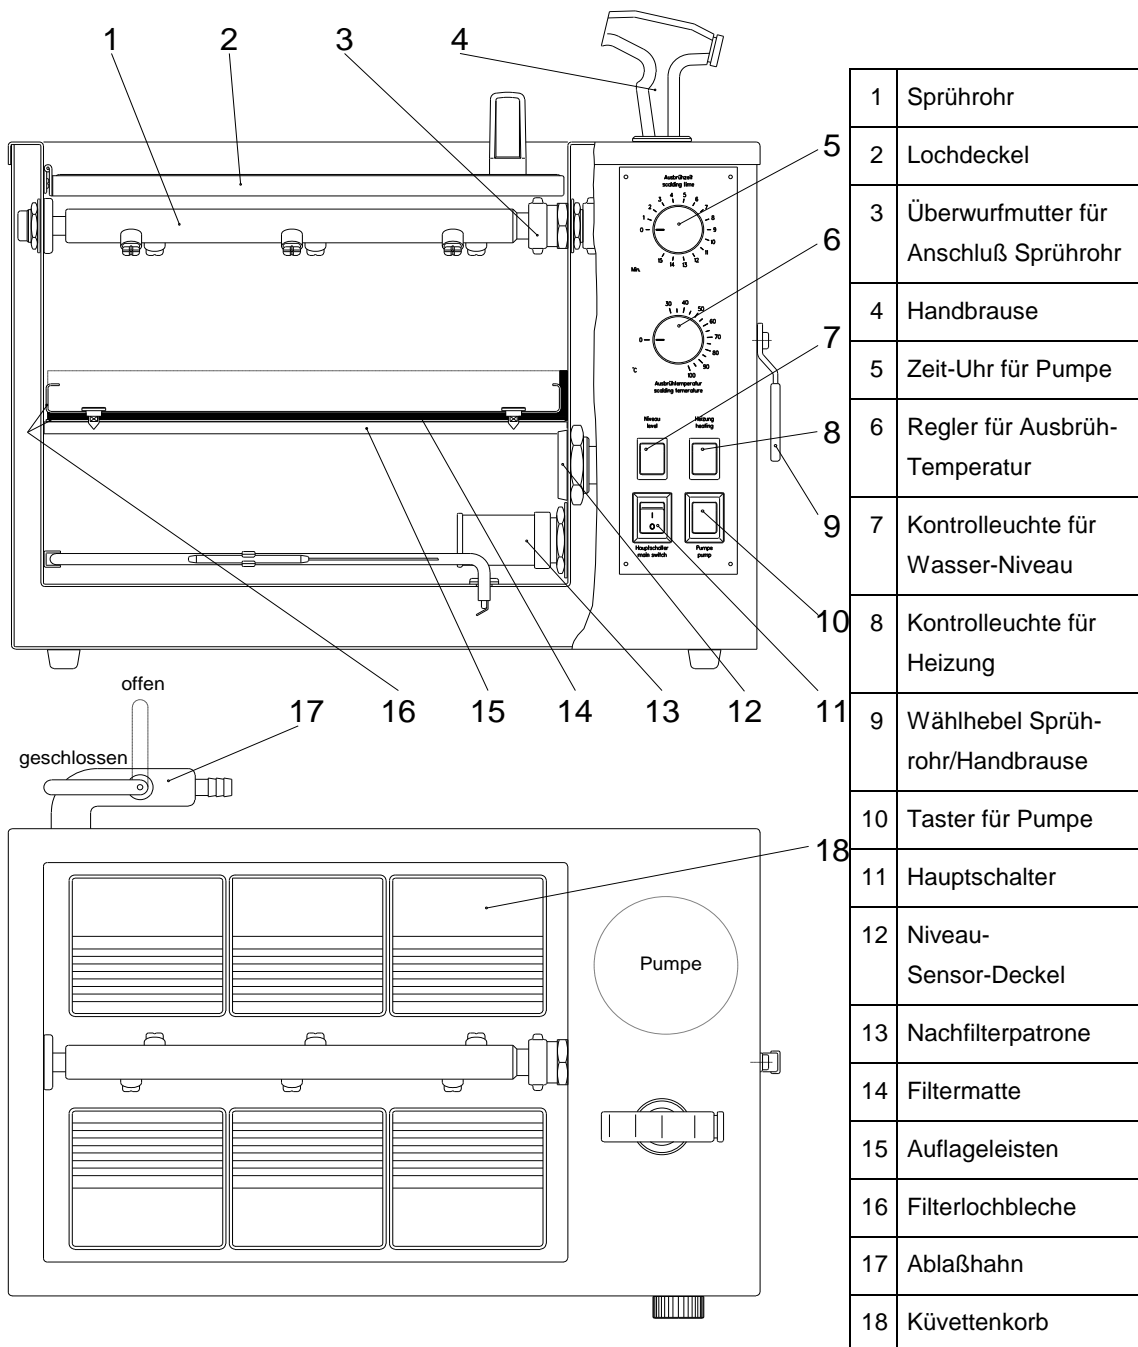
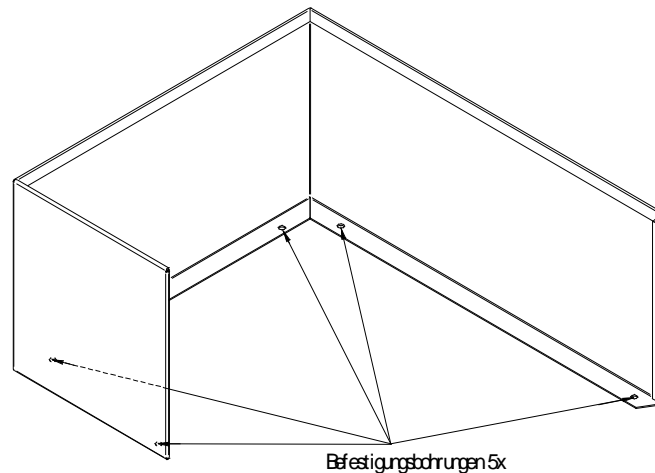
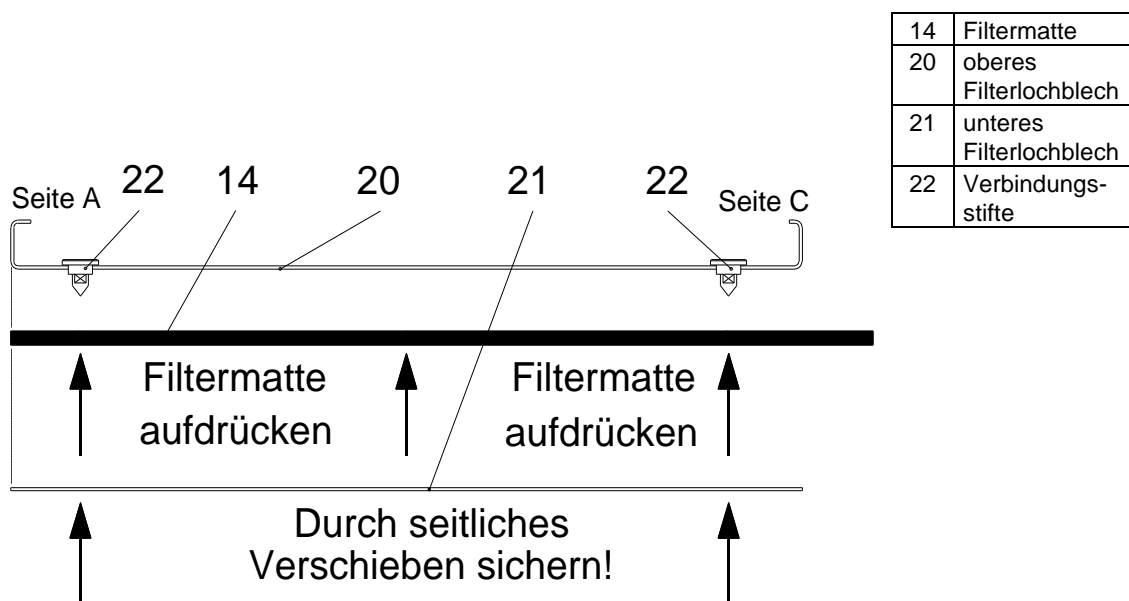

Abb. 1: Identifizierung der Gerätekomponenten
Abb. 2 Spritzschutz
Abb. 3: Zusammenbau des Filtereinsatzes
(siehe Abb. 1 Seite 5)
(siehe Abb. 1 Seite 5 u. Abb. 3 u. 4 Seite 10)
10. Filtereinsatz einbauen, wobei die drei überstehenden Filtermattenränder nach oben umgeschlagen, siehe Abb. 3 u. 4 Seite 10, an den Behälterwänden anliegen müssen.
11. Sprührohr einsetzen und Überwurfmutter (3) von Hand anziehen.
12. Lochdeckel (2) zuklappen.
(siehe Abb. 2 Seite 9 und Abb. 3 u. 4 Seite 10)
2. Alte Filtermatte (14) herausnehmen (Gummi-Handschuhe verwenden!).
- Filtermatte auf die angeschweißten Verbindungsstiften (22) des an beiden Enden abgewinkelten Filterlochblechs (20) aufdrücken, siehe Abb. 2. Filtermatte muß auf Seite A des Lochblechs (20) bündig abschließen, siehe Abb. 2 u. 3. Auf Seite D u. B muß sie etwa gleich weit überstehen. Auf Seite C steht sie ebenfalls über.
4. Filterlochblech (21) auf die Verbindungsstifte (22) setzen, andrücken und durch seitliches Verschieben sichern.